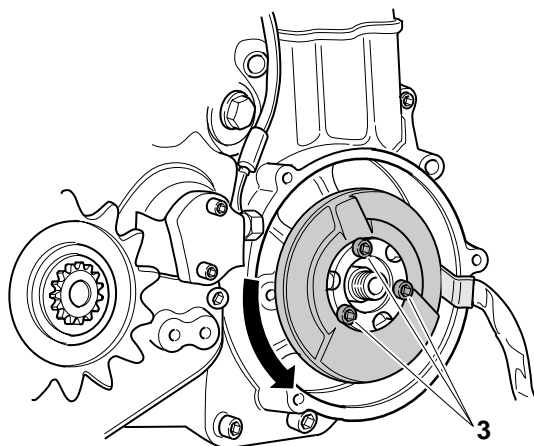

Fig.51
5. Serrare le 3 viti "3" (Fig.51) di bloccaggio dello statore "4" utilizzando della **Loctite** frenafili di **Tipo medio 243.**
5. Tighten the 3 screws "3" (Fig. 51) of to block of stator "4" utilizing **Loctite** of **middle type 243**.
5. Die 3 Schrauben "3" (Abb.51) zur Blockierung des Stators "4" festziehen: zu diesem **Zweck Loctite (Mittelart 243)** benutzen.
5. Serrer les 3 vis "3" (fig.51) blocage stator "4" en utilisant **Loctite Type moyen 243**.